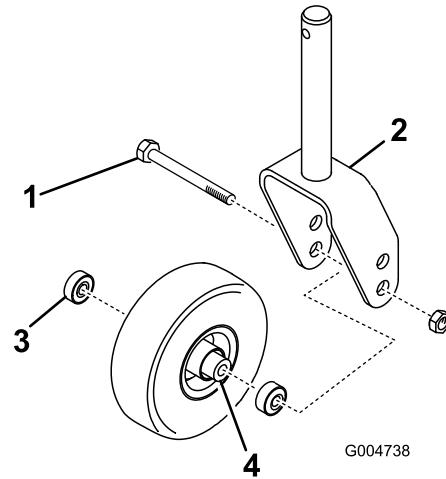
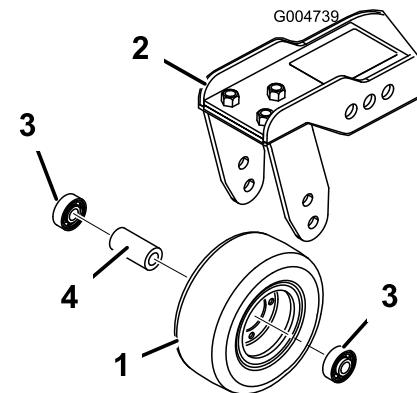

Figura 107
Figura 108
1. Retire la contratuerca del perno que sujetla el conjunto de la rueda giratoria entre la horquilla (Figura 107) o al brazo de pivote (Figura 108).
2. Retire el cojinete de la rueda y deje que se caiga el suplemento del cojinete (Figura 107 y Figura 108).